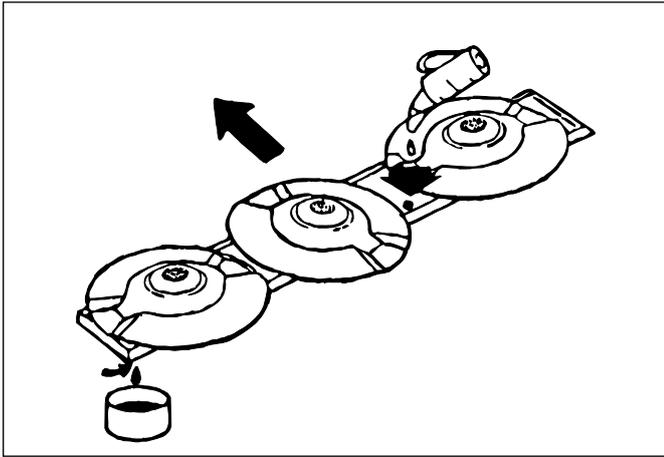

Fig. 4-3
**Fig. 4-3** Nachfüllung von Öl geschieht durch zwei Stutzen, die oben auf dem Balken zwischen der 1. und 2. Scheibe in beiden Seiten des Mähbalkens angebracht sind. Bei Nachfüllung werden beiden Stutzen herausgeschraubt, so daß die Luft in dem Mähbalken herauskommen kann, und damit die Nachfüllung erleichtert.